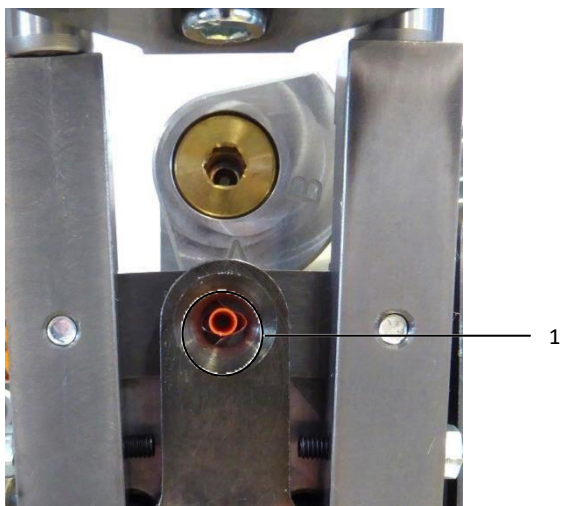

图 35: 端头和绞线固定单元齐平
- 修正接线端头固定单元的位置，直至端头在夹紧钳与绞线固定单元齐平（图 35，项号 1）。